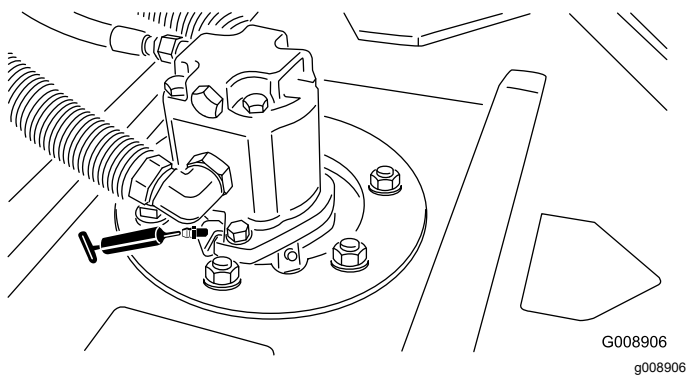

Figura 44
- 2 (pe unitate de tăiere) lagăre arbore-ax unitate de tăiere (Figura 44)